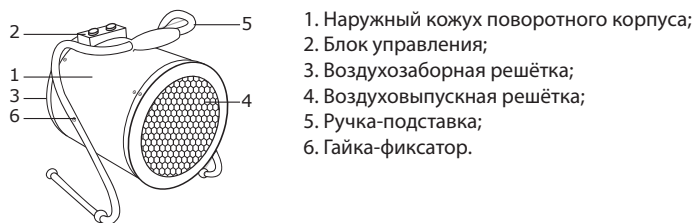

Рис. 1. Устройство прибора
Несущая конструкция тепловентилятора (см. рис.1) состоит из кожухов наружного (1) и внутреннего, изготовленных из листовой стали и имеющих цилиндрическую форму. Во внутреннем кожухе размещены вентилятор и трубчатые электронагревательные элементы. Снаружи кожуха расположен корпус блока управления (2). Окна для забора холодного воздуха и подачи горячего закрыты решетками (3 и 4). В моделях PT-R3, PT-R5, PT-R6 и PT-R9 корпус закреплен на ручке-подставке (5) и имеет возможность поворота в вертикальной плоскости. Угол поворота фиксируется гайками (6).